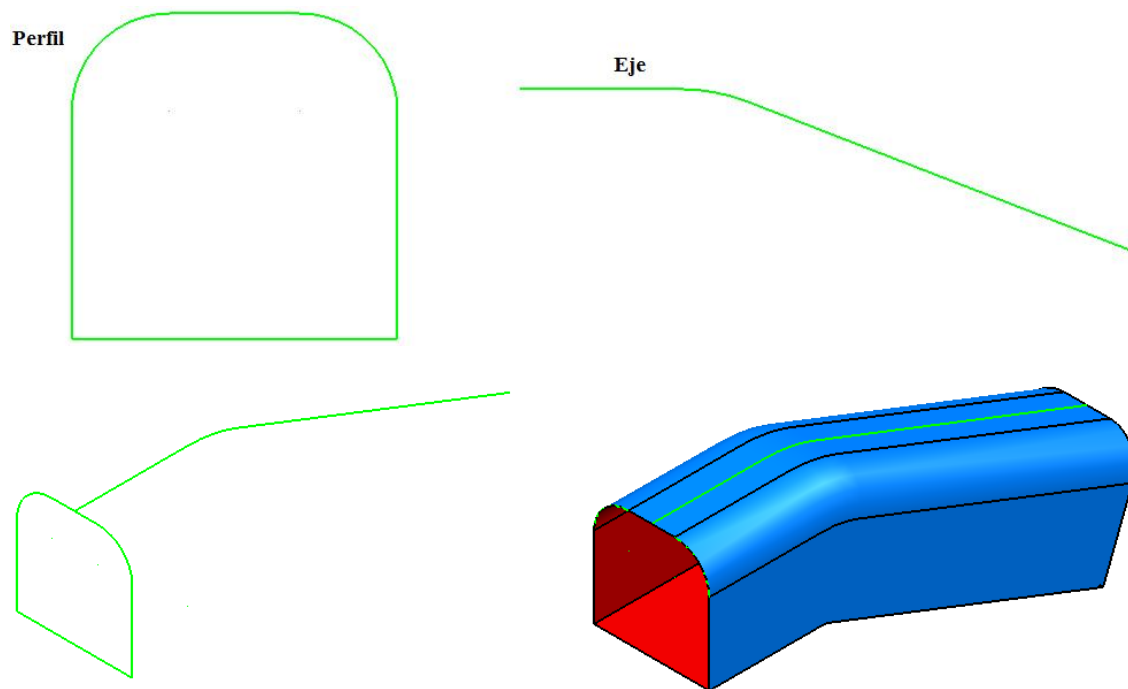

Figura 1.13 Perfil dirigido por un eje.
- Perfil dirigido por un eje. Dada una curva plana $P(u)$ y una curva cualquiera $Q(u)$ se pueden obtener perfiles colocando la curva $P(u)$ sobre la $Q(u)$ con una orientación fija respecto a ésta (Figura 1.13).